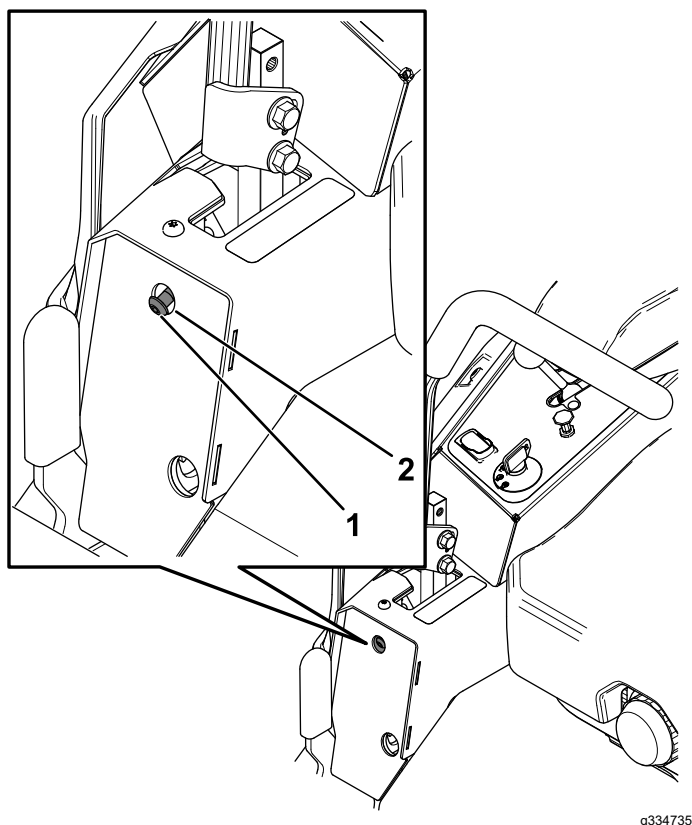

Figure 57
6. Si la machine se déporte à droite, insérez une clé hexagonale de 3/16 pouce dans le trou d'accès du couvercle avant gauche et tournez la vis de réglage du parallélisme dans le sens horaire ou antihoraire pour ajuster la course du levier (Figure 57).
7. Si la machine se déporte à gauche, insérez une clé hexagonale de 3/16 pouce dans le trou d'accès du couvercle avant droit et tournez la vis de réglage du parallélisme dans le sens horaire ou antihoraire pour ajuster la course du levier (Figure 57).